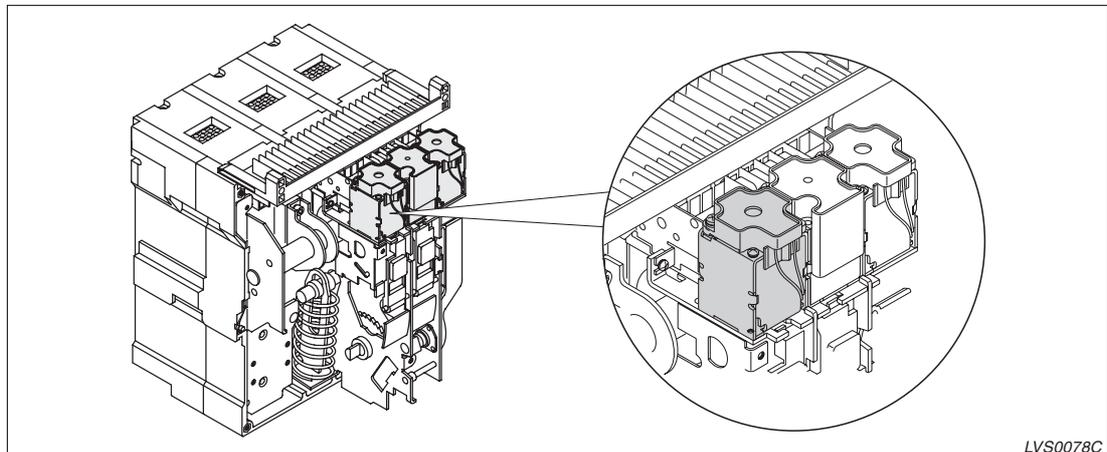

Abb. 4-7: Sitz des Arbeitsstromauslösers
- ② Lösen Sie die Steckverbindungen der Anschlusskabel (siehe Abb. 4-7).